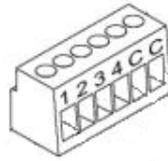

Figura 1.3. Clema de conexión de entradas
- 🎯 **Botón programación:** una pulsación corta sobre este botón sitúa al sensor en modo programación, y el LED asociado (2) se ilumina en rojo. Si este botón se mantiene pulsado en el momento en que se aplica la tensión de bus, QUAD entra en modo seguro. El LED reacciona parpadeando en rojo.
- 🎯 **Base conexión entradas:** punto de inserción de la clema con tornillos (ver figura 1.3) que permitirá conectar las diferentes entradas de QUAD (de la 1 a la 4). Para un correcto funcionamiento, los terminales de los elementos a conectar en las entradas de QUAD (pulsador, interruptor, sonda de temperatura o detector de movimiento) deben conectarse, por un lado, a la entrada correspondiente (puntos de conexión 1 a 4) y por otro, a cualquiera de los dos puntos de conexión comunes, identificados como “C” en la clema, los cuales se encuentran internamente conectados, lo que permite utilizar uno u otro indistintamente.